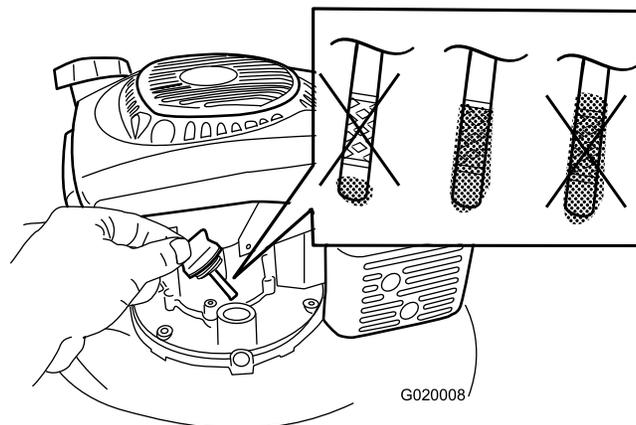

Figure 5
- Retirez la jauge (Figure 5).
- Versez de l'huile **lentement** dans le goulot de remplissage pour faire monter le niveau de liquide jusqu'au repère du plein sur la jauge (Figure 5). **Ne remplissez pas excessivement.** (Niveau max. : 0,59 l, type : huile détergente SAE 30 ou SAE 10W-30, classe de service API SJ ou supérieure.)
Remarque: Chaque fois que vous vérifiez le niveau d'huile, sortez la jauge et essuyez-la sur un chiffon propre, remettez-la dans le goulot de remplissage (**sans** la visser), puis ressortez-la et vérifiez le niveau (Figure 5).